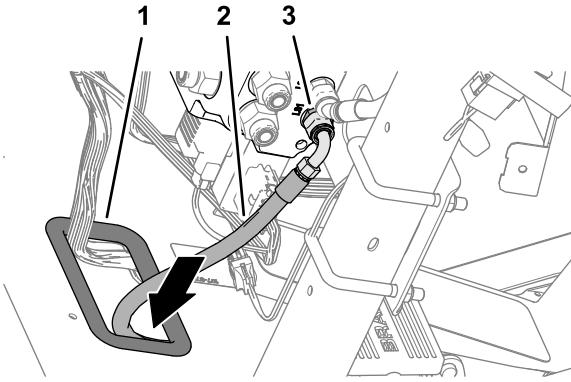

**Bild 113**
1. Montieren Sie das 45°-Anschlussstück des Schlauches 6 x 203 mm auf das Anschlussstück des Anschluss LS2 des EHI-Lenkventils (Bild 113).
- 2. Montieren Sie das gerade Anschlussstück des Schlauches 6 x 203 mm auf das Anschlussstück des Anschluss E des Lenkventils und ziehen Sie beide Schlauchanschlussstücke fest (Bild 113).